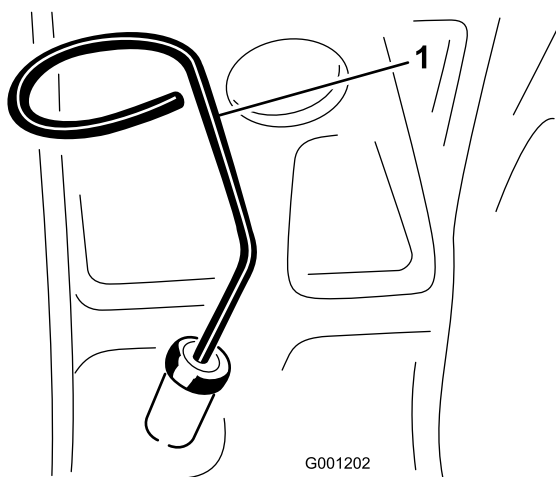

Figura 21
2. Retire la varilla (Figura 21), límpiela, y vuelva a colocarla. Retire la varilla y compruebe el nivel de aceite. El nivel de aceite debe llegar a la marca Lleno de la varilla.